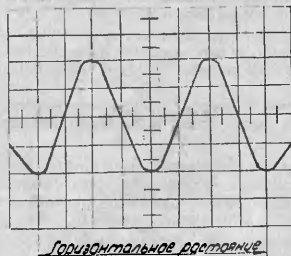

Рис. 4.
Пример. Допустим, что расстояние между измеренными точками составляет 8 делений (рис. 4), а переключатель «ВРЕМЯ/ДЕЛ.» установлен в положение «0,2 мс».
- измерьте длительность времени одного периода сигнала, как описано в п. 10. 3. 3 (рис. 4);